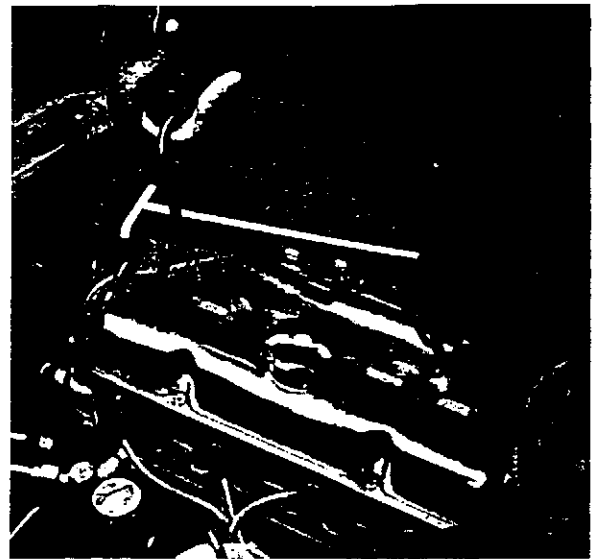

Abb. 32. Ausbau des Motors
7. Das Hebwerkzeug SVO 2425 am Motor anbringen. Die Schraube an dem Werkzeug in dem Loch an der Vorderseite des Zylinderkopfes festschrauben, (die Schraube für die Klammer des Kraftstoffrohres entfernt) und die Haken unter dem Abgaskrümmer vorn und hinten anbringen, siehe Abb. 32.